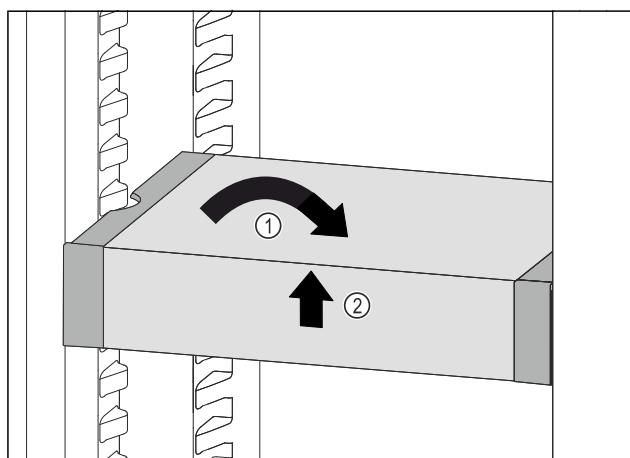

Fig. 126
- Изправете VarioSafe. *Fig. 126 (1)*
- Повдигнете VarioSafe отпред. *Fig. 126 (2)*